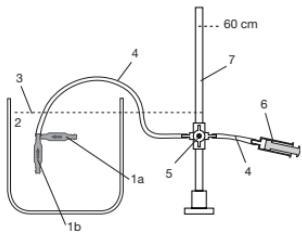

Fig. 7: Appareillage de test
- Placer le manomètre et le bain d'eau de manière à ce que le point zéro du manomètre et le niveau de liquide du bain d'eau soient au même niveau (voir Fig. 7).
- Raccorder entre eux la seringue, le manomètre et le tube en silicone, comme le montre la Fig. 7. Utiliser le cas échéant un adaptateur de tube.